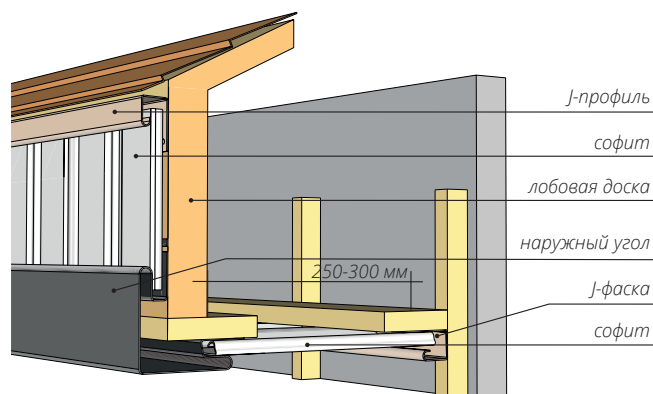

Рисунок 80
- 16.3** Монтаж с помощью наружного угла. Если ширина J-фаски (ветровой доски) недостаточна для закрытия лобовой доски, монтаж осуществляется следующим образом: вдоль верхнего края лобовой доски устанавливается J-профиль; наружный угол устанавливается в соответствии с рис. 80; J-профиль примыкающий к стене, монтируется аналогично схеме монтажа с использованием J-фаски. Софит нарезается на отрезки нужной ширины и устанавливается в пазы J-профилей и наружного угла.